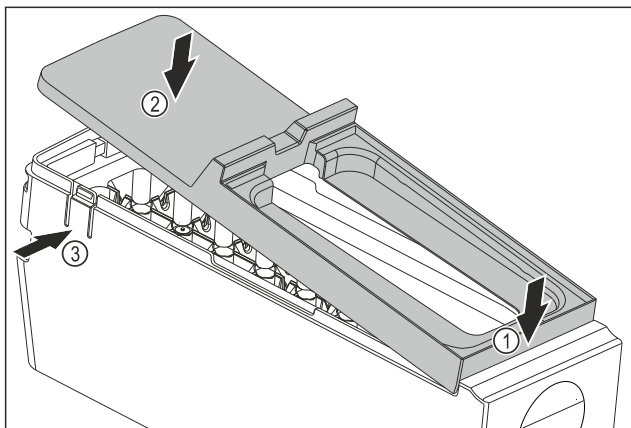

Fig. 113
- ▶ Montaż osłony korpusu EasyTwist-Ice: Osłonę założyć od przodu. Fig. 113 (1)
- ▶ Opuścić osłonę z tyłu. Fig. 113 (2)
- ▶ Osłona zatrzaskuje się słyszalnie w obu nakładkach Fig. 113 (3).